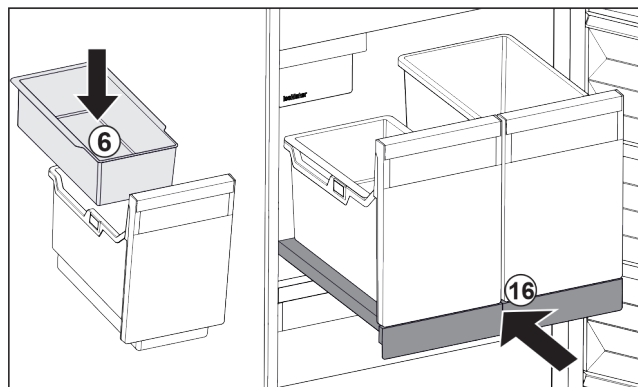

Fig. 125
- Inserire la vaschetta da agganciare Fig. 125 (6) per i cubetti di ghiaccio.
- Inserire il ripiano estraibile con il contenitore (IceTower). Fig. 125 (16)